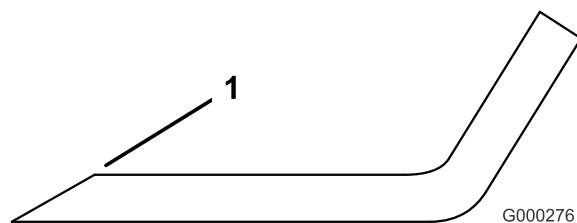

Figura 82
1. Utilice una lima para afilar el filo de corte en ambos extremos de la cuchilla (Figura 82). Mantenga el